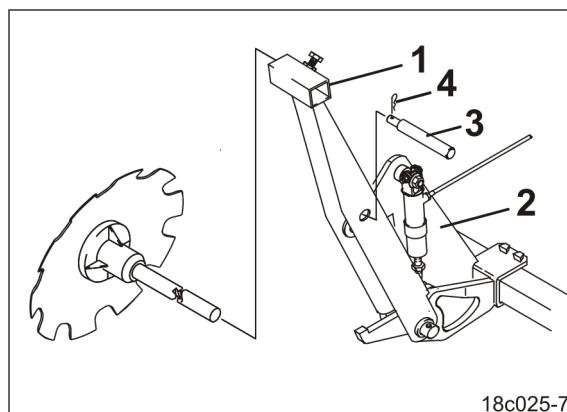

Рис. 104
- 5.1 Кронштейн диска маркера (Рис. 104/1) вставьте в транспортировочное крепление (Рис. 104/2).
- 5.2 Застопорите палец (Рис. 104/3) пружинным зажимом (Рис. 104/4).